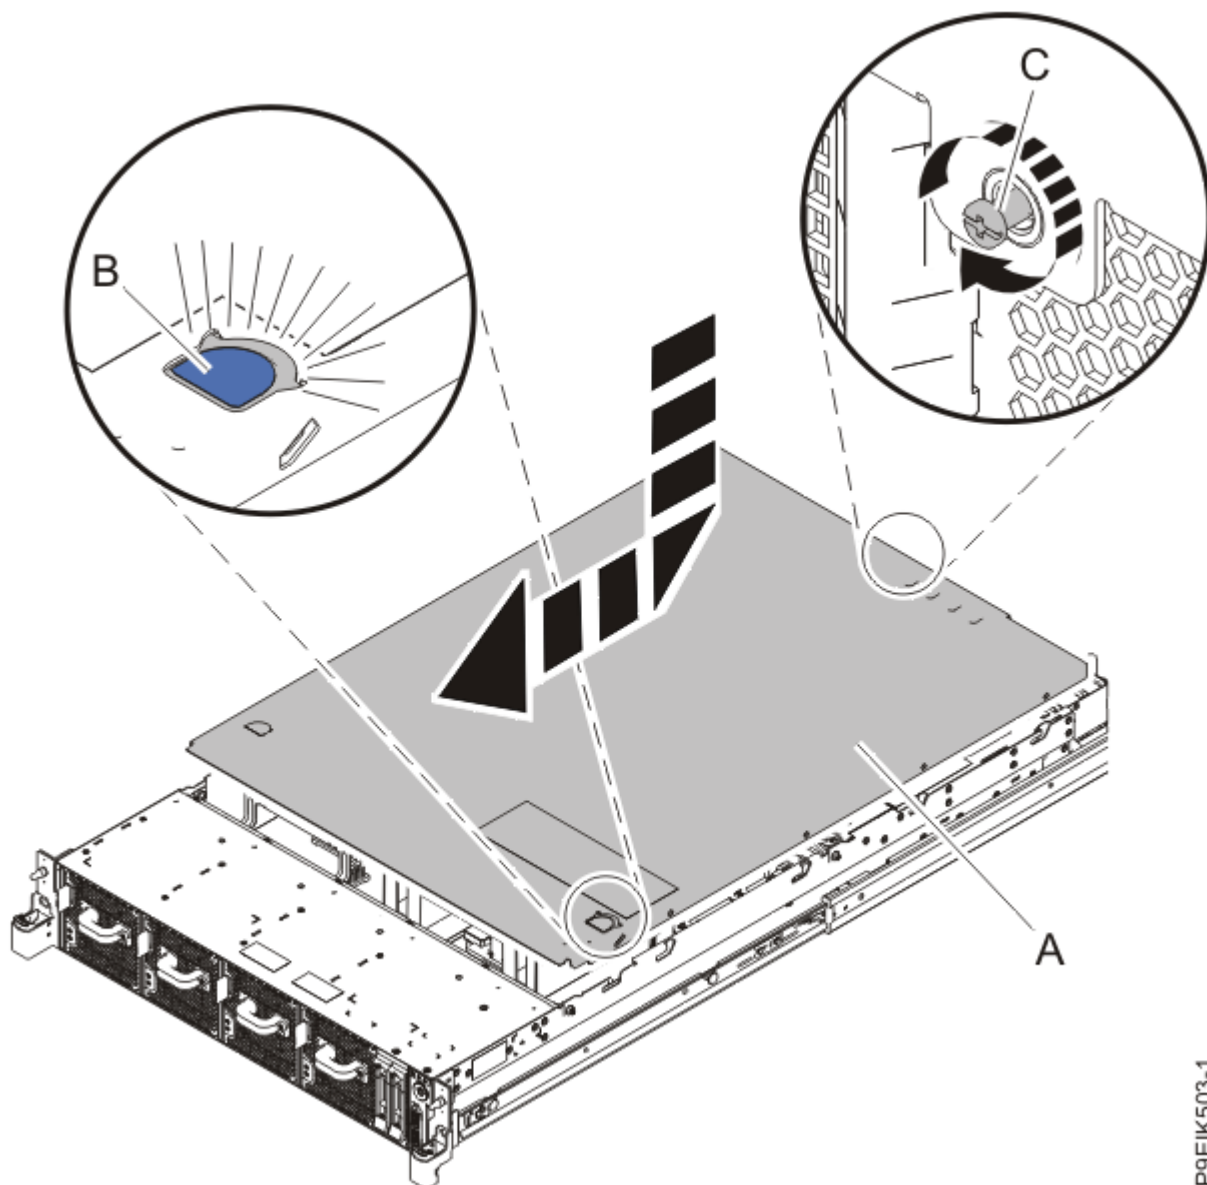

図 118. カバーの取り付け
1. カバーの位置合わせピンがシャーシのスロットにそろうように、カバー (A) をシステム装置の上に位置付けます。カバーをシステムの前面側へ、青色のリリース・ラッチ ((B)) が所定の位置にロックされるまでスライドさせます (150 ページの図 118 を参照)。
2. カバーの背面で、カバーのねじ (C) を締めます。